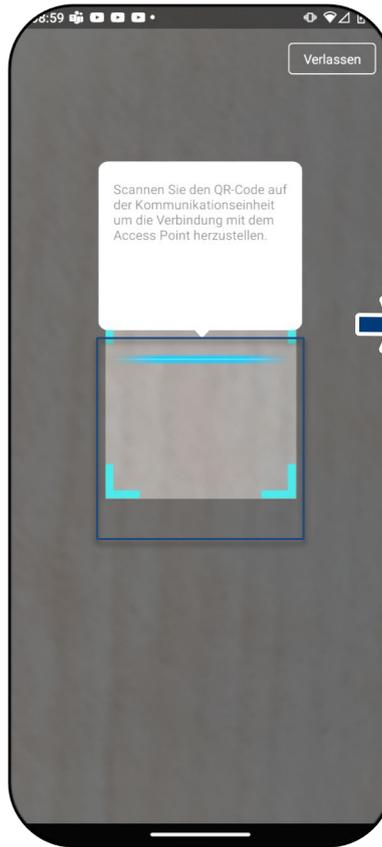

Abb. 68. QR-Code scannen
3. Scannen Sie den QR-Code auf der Kommunikationseinheit. Maximaler Abstand vom Scanner-Rahmen im Scanfenster. siehe Abb. 68